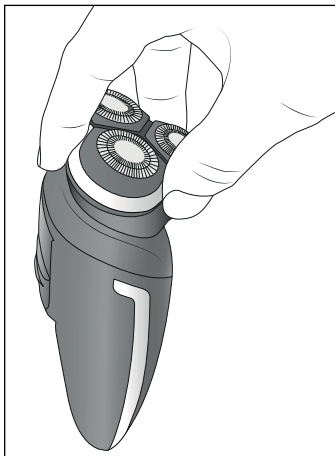

Abb. 2
- 1) Fassen Sie die Schereinheit **2** mit drei Fingern an den Griffmulden **3** an und ziehen Sie sie ab (siehe Abb. 2).